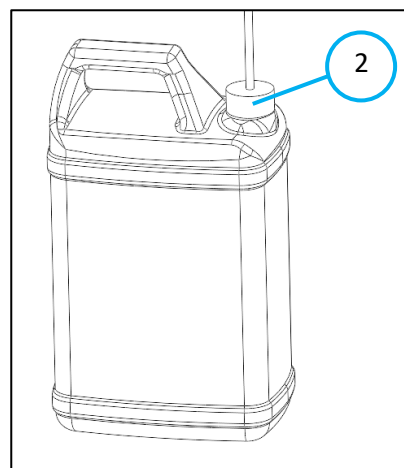

Fig. 2
2. Détachez le tuyau de raccordement en dévissant le bouchon (Fig. 2 - 2).